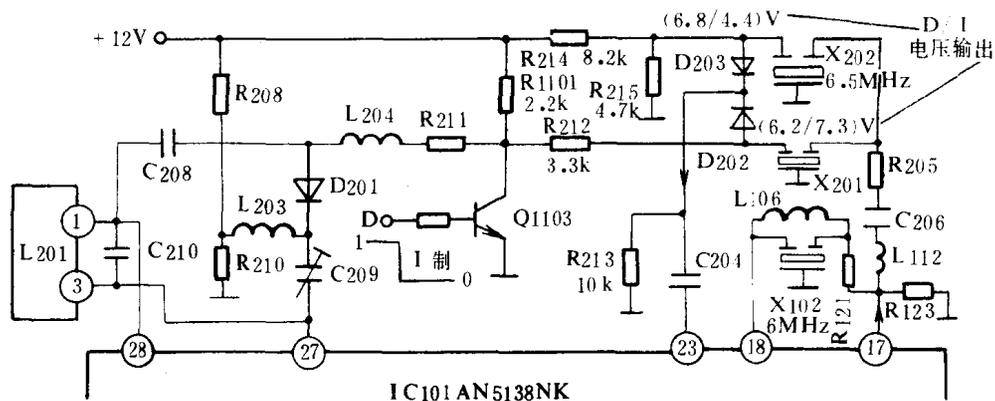

图 1-6 I/D 制式转换电路
该部分电路见图 1-6,主要是通过二极管 D201、D202 和 D203 的导通与截止来转换的。二极管的导通与截止受控于微处理器 IC1102 送出的信号。当 IC1102 的第②脚是高电平输出时为 D 制;低电平输出时为 I 制。工作原理如下。
I 制时,Q1103 截止,12V 电压给 R1101,分两路,一路经 R211、L204、D201、R210,使 D201 导通,将 C208 和 C209 串联后并在 C201 上,以改变谐振频率。另一路经 R212、D202、R213,使 D202 导通,这样由 IC101 第⑰脚出来的复合信号经 X201 滤出第二中频信号进 IC101 的第 23 脚。这里 D203 所以不导通,是因为 D202 的导通使其负极电位高于正极电位,由于 D203 反偏,故不能导通。电压如图 1-6 中所标注。